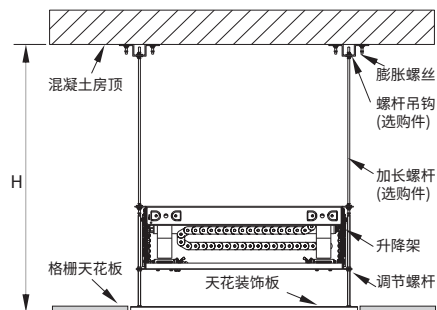

图4 较高天花的安装方式
- B. 如果  $H > H1$  (假设  $H2$  调至最长状态)，则需要通过加长螺杆(选购件)来安装，见图4。